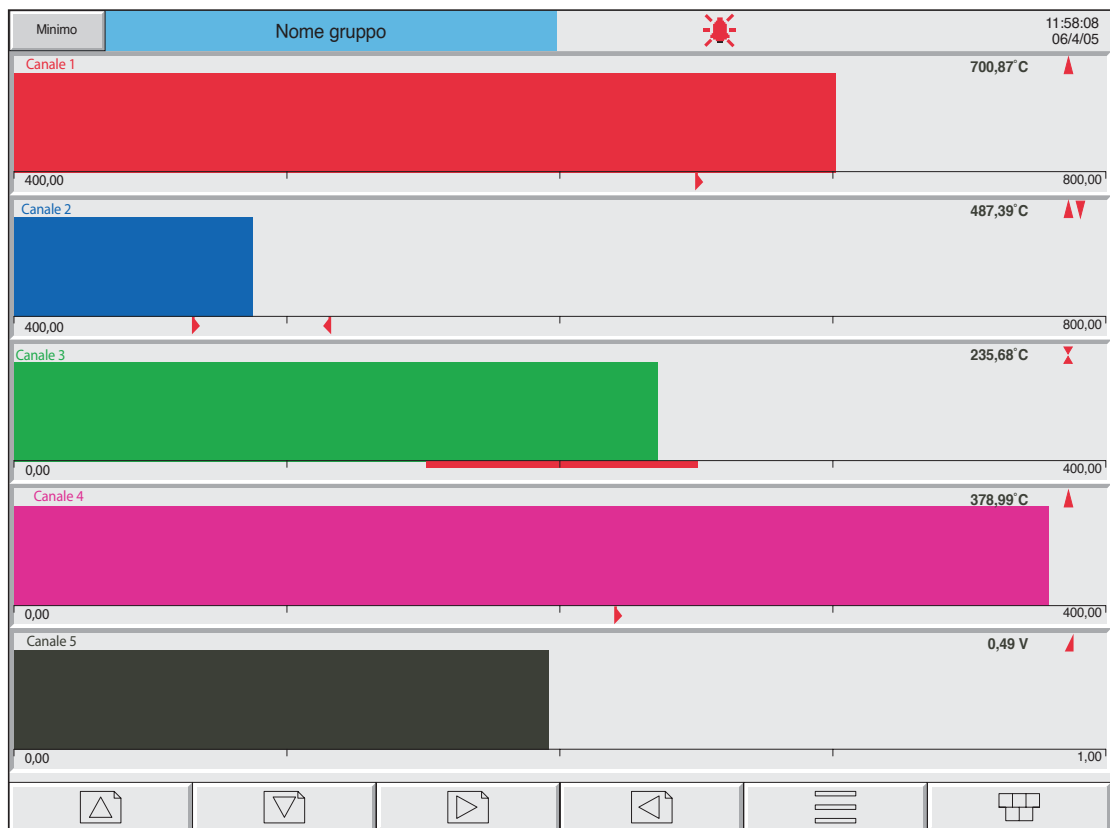

Figura 3.4.5a Visualizzazione Indicatore Orizzontale (esempio a colonna singola)
A questa modalità di visualizzazione è possibile accedere dalla modalità Indicatore Verticale tramite il pulsante freccia giù oppure selezionandola tramite il pulsante Cambio Visualiz. del Menu Generale. Questa modalità mostra i valori delle variabili di processo (PV) come barre orizzontali con valori digitali e dati degli allarmi visualizzati, come mostrato in figura 3.4.5a e 3.4.5b.